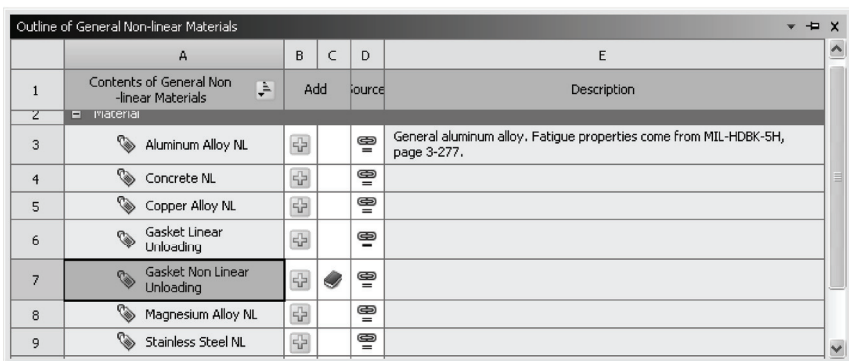

图 17-5 添加非线性卸载垫片材料
4) 在 Outline of General Non-linear Materials 窗口中, 选择 Gasket NonLinear Unloading, 然后单击后面的添加符号, 如图 17-5 所示。